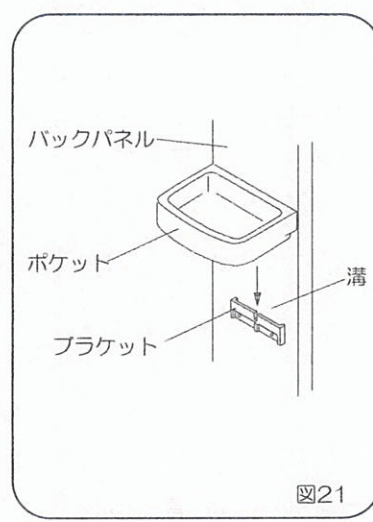

図21
- 6) ポケット（3ヶ）の裏側にあるリブをブラケットの溝に合わせて押し下げてください。この際必要以上の力をかけないでください。（図21）